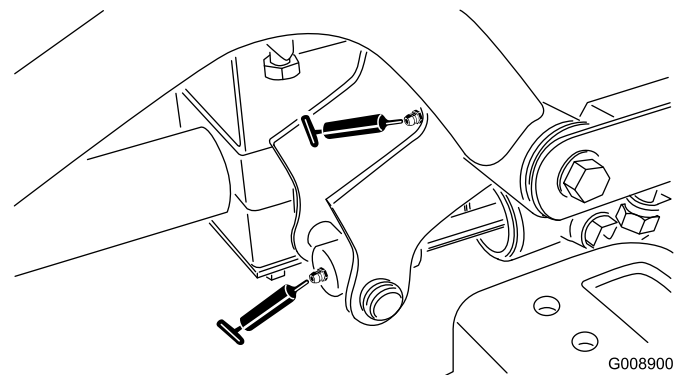

Figure 53
- Pivot de bras de relevage avant droit et vérin de relevage (2) (Figure 53)